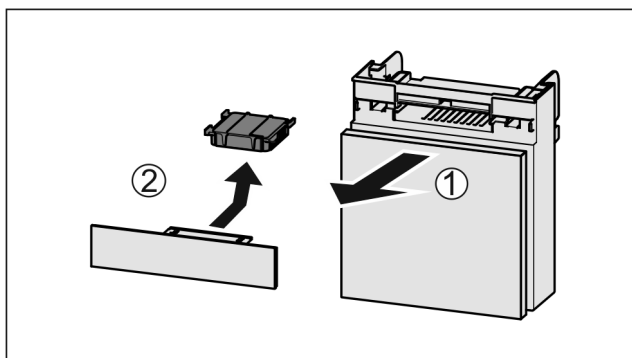

Fig. 193
- Extraire le compartiment par l'avant Fig. 193 (1).
- Sortir le filtre à charbon actif Fig. 193 (2).